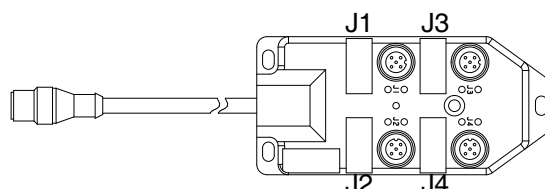

FIG. 19: Montare il kit breakout
1. Installare il raccordo passaparete (incluso nel kit) nel foro vuoto della piastra del fluido. Vedere FIG. 19 a pagina 29.